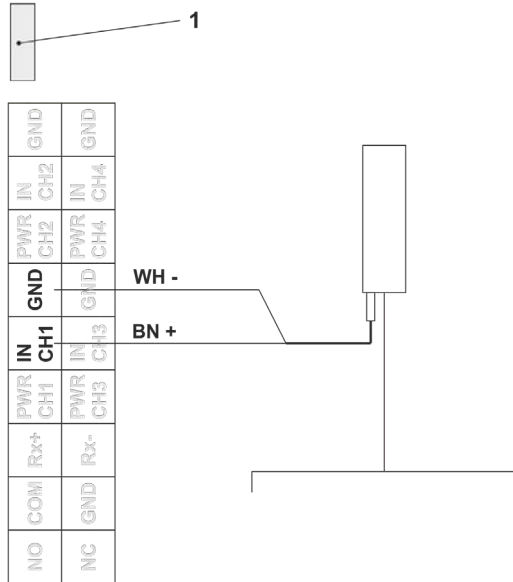

Abb. 29-5 Anschluss eines Regenmessers
1. Beigefügten Jumper (Kurzschlussbrücke) auf die beiden leeren Pins (Abb. 29-5 Pos. 1) neben der Klemmenleiste aufstecken.
2. Braune und weiße Leitung gemäß Abb. 29-5 an der Klemmenleiste anschließen. Die beiden restlichen Leitungen (grün/gn und gelb/ye) werden nur verwendet, wenn der Regenmesser über eine Heizung verfügt und diese angeschlossen werden soll. Die beiden Kabel werden dann an der Spannungsklemme 12 V für die externe Spannungsversorgung angeschlossen: